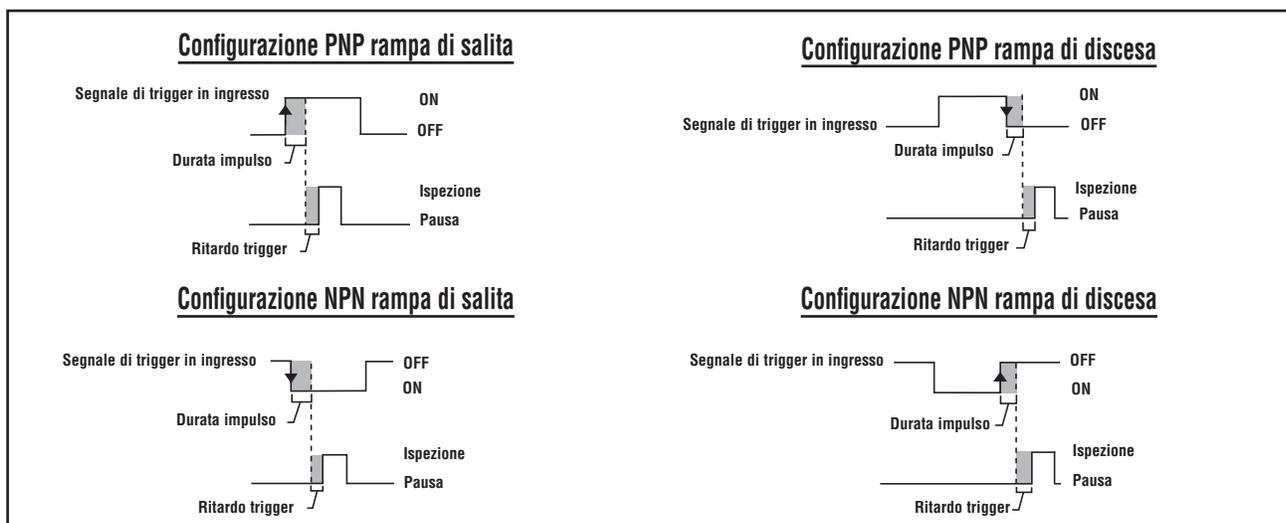

Figura 3-4. Ingressi trigger a rampa di salita/discisa PNP e NPN
- Il sensore può essere impostato per rispondere alla rampa di discesa o di salita dell'impulso di trigger (vedi Figura 3-4).